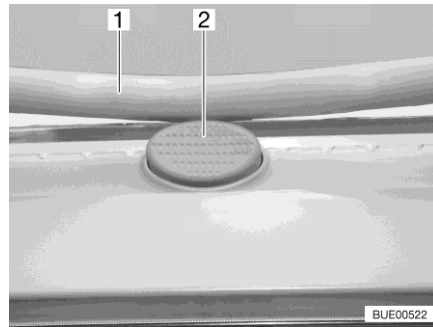

Bild 107 Sicherungsknopf (Heki-Dachhaube)
- Den Sicherungsknopf (Bild 107,2) drücken und den Bügel (Bild 107,1) mit beiden Händen nach unten ziehen.
- Den Bügel mit beiden Händen nach oben drücken, bis der Bügel oberhalb des Sicherungsknopfes (Bild 107,2) liegt.